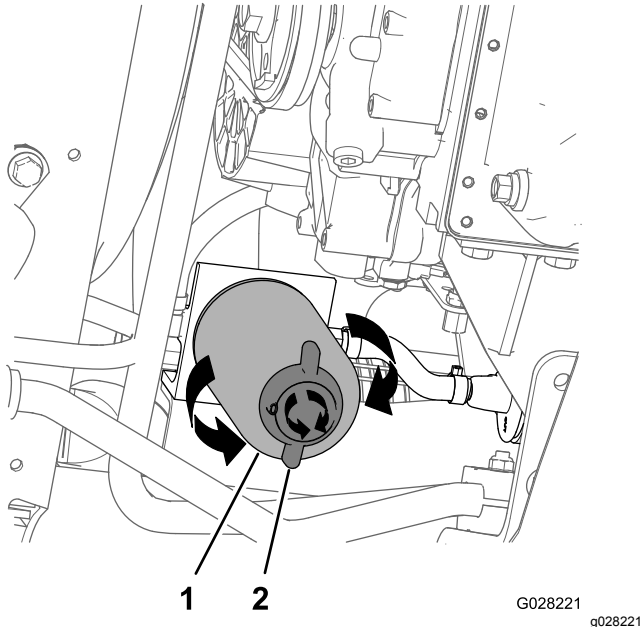

Bild 77
4. Stellen Sie eine Auffangwanne unter den Kraftstofffilter, siehe Bild 77 in Auswechseln des Wasserabscheider-Filters \(Seite 64\).
2. Stellen Sie eine Auffangwanne unter den Wasserabscheider-Filter (Bild 77).
3. Drehen Sie das Ablassventil unten am Wasserabscheider-Filter nach links (Bild 77).
4. Reinigen Sie den Bereich um den Wasserabscheider-Filter und die Befestigung des Filteradapters (Bild 77).
5. Entfernen Sie den Wasserabscheider-Filter (Bild 77).
9. Stellen Sie sicher, dass das Ablassventil unten am Wasserabscheider-Filter ganz nach rechts gedreht ist (Bild 77).